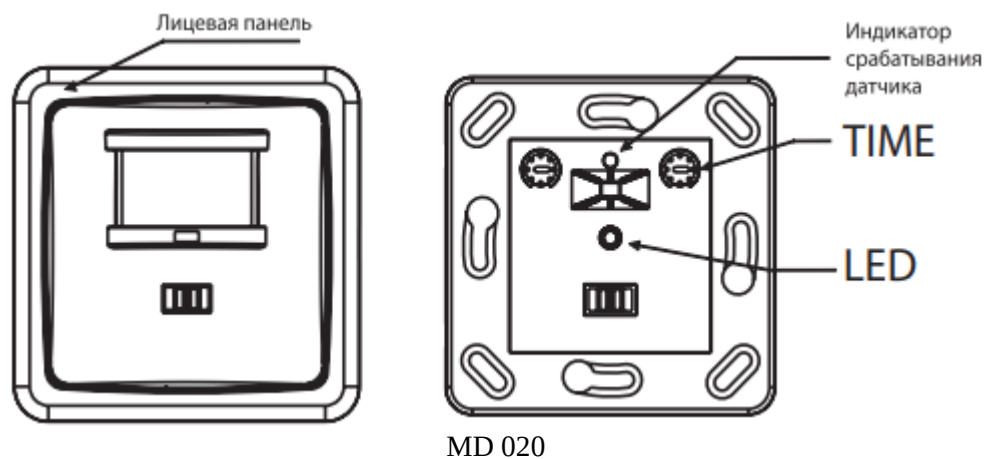

Рисунок 4. Начальные установки регуляторов во время настройки датчиков
5.3.2.1 Перед подключением датчика MD 08 необходимо снять лицевую панель и выставить регулировки в соответствии с п.5.3.4. Для снятия лицевой рамки воспользуйтесь отвёрткой с прямым шлицем поддев рамку (крепится на защелках) см. рис. 4. Также необходимо выставить переключатель режима работы в положение «PIR». Произвести подключение в соответствии со схемой на рисунке 6.
5.3.2.2 Перед подключением датчика MD 09 необходимо снять лицевую рамку (прикручивается к корпусу с помощью винтов) и снять лицевую панель (крепится на защелках), см. рис. 4 После этого необходимо выставить регулировки в соответствии с п.5.3.4. Также необходимо выставить переключатель режима работы в положение «AUTO».
5.3.2.3 Перед подключением датчика MD 020 необходимо снять лицевую рамку поддев её отвёрткой с прямым шлицем и снять лицевую панель, см. рис. 4.